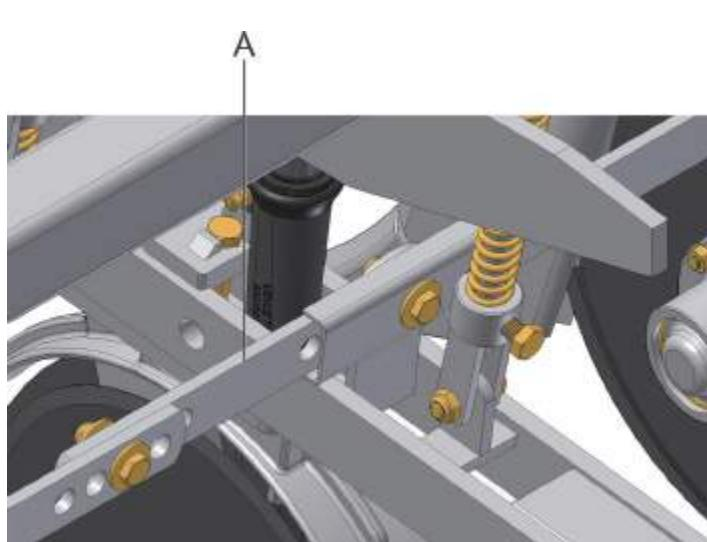

fig. 04
- 3-** Retire as barras espaçadoras (A) (fig. 04), soltando os parafusos, buchas e arruelas;
- 6-** Monte as barras espaçadoras (A) (fig. 04) conforme a opção desejada.